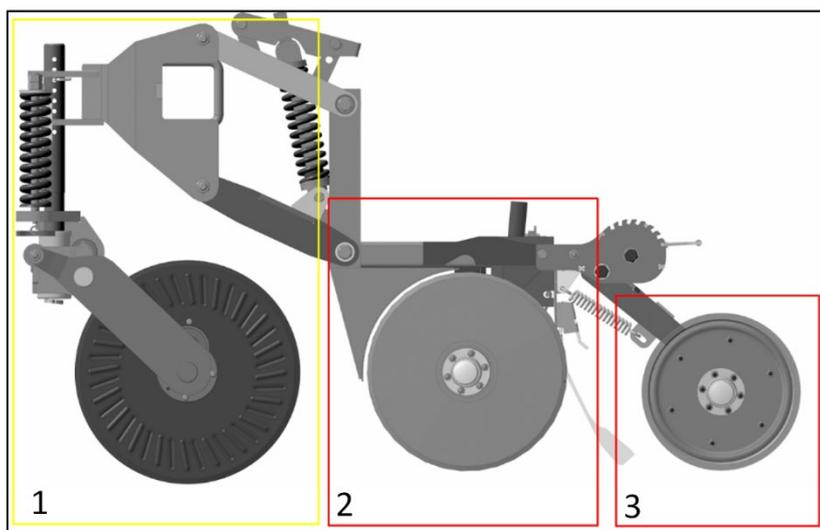

Рисунок 27 – Состав сошника в сборе:
Режущий диск (турбонож) (рисунок 27 (1)) производит нулевую обработку почвы. Он установлен жёстко по отношению к раме на отдельной стойке, непосредственно перед каждым сошником. Диск прорезает пожнивные остатки и слой почвы, образуя в земле борозду для сошника. Глубина прорезания диском почвы регулируется путём перемещения стойки турбоножа по вертикали.
Сошники с параллельными тягами (рисунок 27 (2)) установлены на раме сеялки. Параллелограммный механизм позволяет легко копировать рельеф почвы каждым сошником, сохраняя при этом угол точки схождения дисков сошника относительно поверхности почвы. Двойные диски сошников расширяют борозду режущего диска, образуя посевную канавку. Трубка семяпровода, установленная между дисками, подаёт посевной материал в посевное ложе, где при помощи пакователя семян обеспечивается плотный контакт посевного материала с почвой. Силу прижима, необходимую сошнику для расширения борозды, обеспечивает масса сеялки, которая воздействует на сошник через пружину механизма параллельных тяг. Регулировка этой пружины изменяет силу давления сошника.
Укрывающие колёса (рисунок 27 (3)) выполняют две важные функции. Во-первых, закрывают борозду, осыпая её края и уплотняют её. Во-вторых, укрывающие колёса управляют глубиной заделки посевного материала. Чем выше укрывающее колесо движется относительно двойных дисков, тем глубже будет посев. Глубина сева регулируется перемещением упоров на каждом сошнике. Рычаг укрывающего колеса имеет большой ход вниз, что позволяет, даже при наезде диска сошника на препятствие, осуществлять прикатывание за счёт пружины и собственного веса узла.